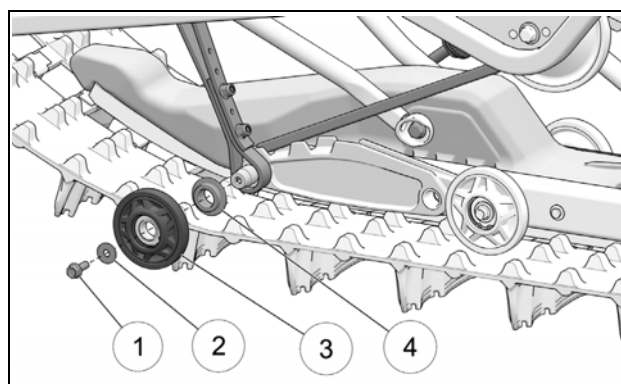

Figure 13
- Desserrer et retirer le boulon de fixation (1) et sa rondelle (2) de la roulette positionnée vis-à-vis l'extrémité de la tige du ressort. Retirer la roulette (3) et la bague espaceur (4) de l'arbre de roue. Figure 13.